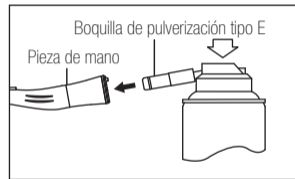

Fig. 10
- 3) Inserte la boquilla del pulverizador en la parte trasera de la pieza de mano. Sostenga la pieza de mano y el pulverizador durante 2-3 segundos. Aplique lubricante hasta que sobresalga del cabezal de la pieza de mano al menos dos segundos. (Fig. 10)
- 3) Lubrique la pieza de mano utilizando NSK PANA SPRAY Plus (Fig. 10) o Care3 Plus.